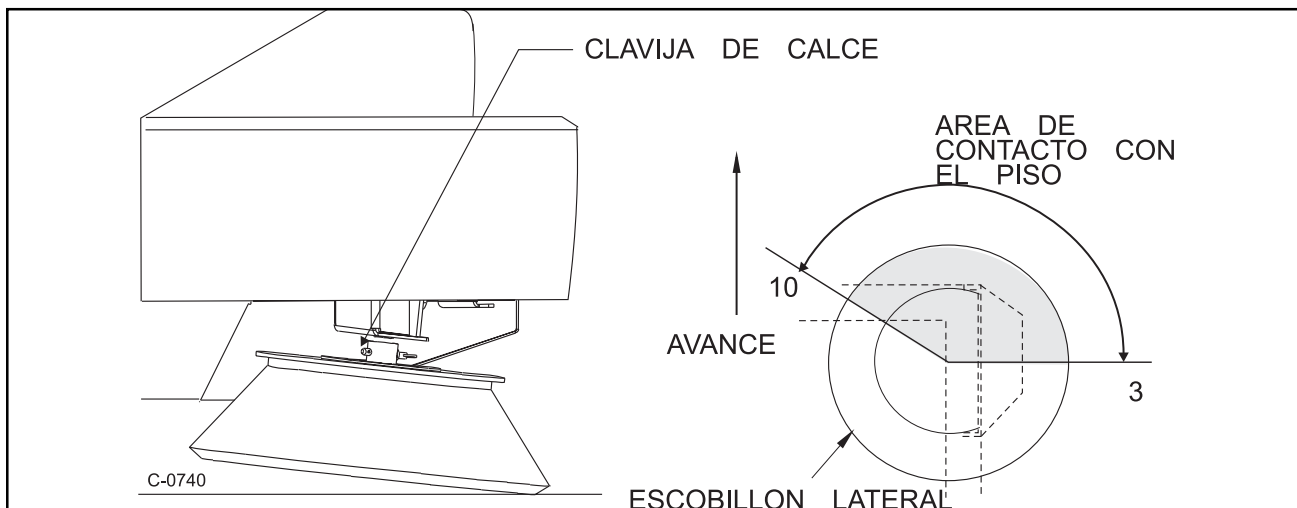

Figura 36
10. Determine si es necesario un ajuste de la altura de las escobas barredoras laterales revisando el área de contacto con el piso. La escoba barredora debe entrar en contacto con el piso según se muestra en la Figura 36. Ajuste la altura de la escoba barredora lateral si el área de contacto en el piso no corresponde con el diagrama.